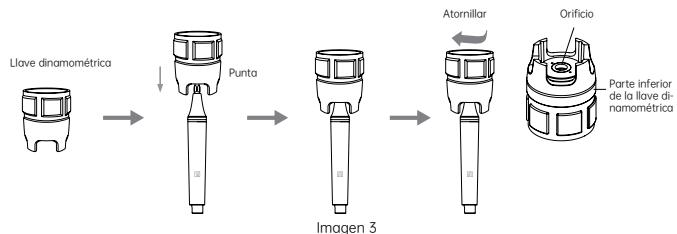

Imagen 3
- Coloque la punta en la llave dinamométrica y móntela o desmóntela como se muestra en la imagen 3.
- 3.1.2. Seleccione la punta adecuada según la necesidad y ájústela con la llave (ver Imagen 3). Elija la potencia adecuada para cada tipo de punta (consulte la "TABLA DE POTENCIA DE FUNCIONAMIENTO DE LAS PUNTAS").
La punta está mal conectada.	Apriete firmemente la punta en la pieza de mano (ver Imagen 3).